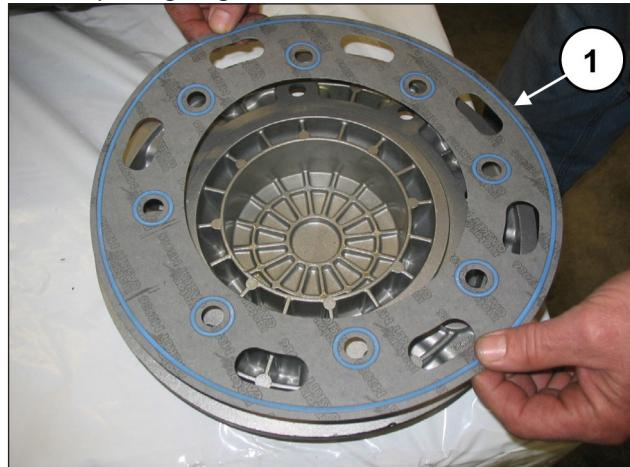
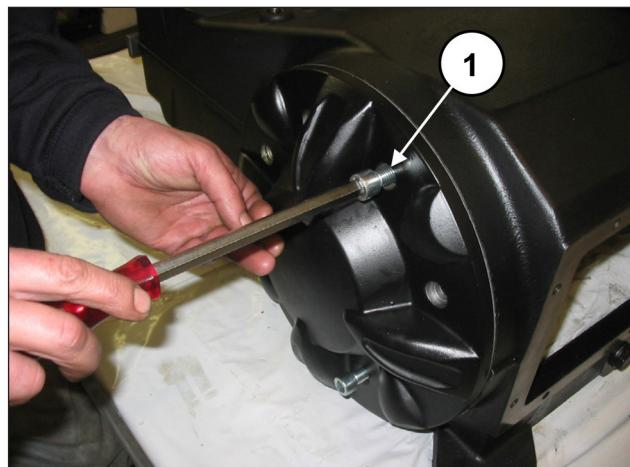

Abb. 76
Abb. 77
Montieren Sie den Lagerdeckel (samt Dichtung) (Pos. ①, Abb. 76), mit 8 Schrauben M12x30 (Pos. ①, Abb. 77).